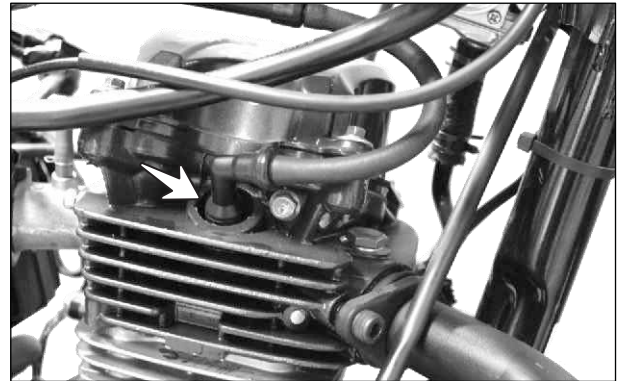

Fig. 2.10
- Limpie las superficies alrededor de la bujía para prevenir que ingrese suciedad al cilindro mientras se retira la bujía. Desconecte el capuchón de la bujía y con una copa para bujías retire la bujía. (Fig. 2.10)